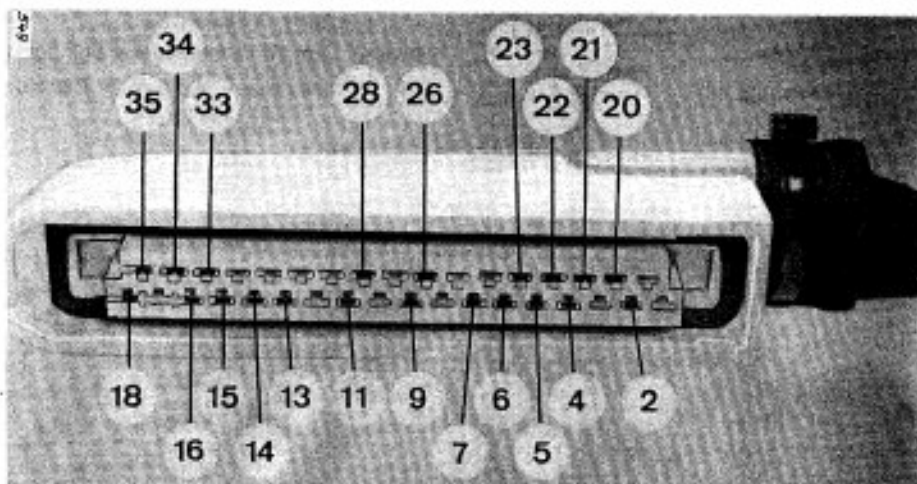

Bild 35 Kupplungsstecker für Steuergerät
- Kupplungsstecker Bild 35 am Steuergerät abziehen (im Handschuhfach).